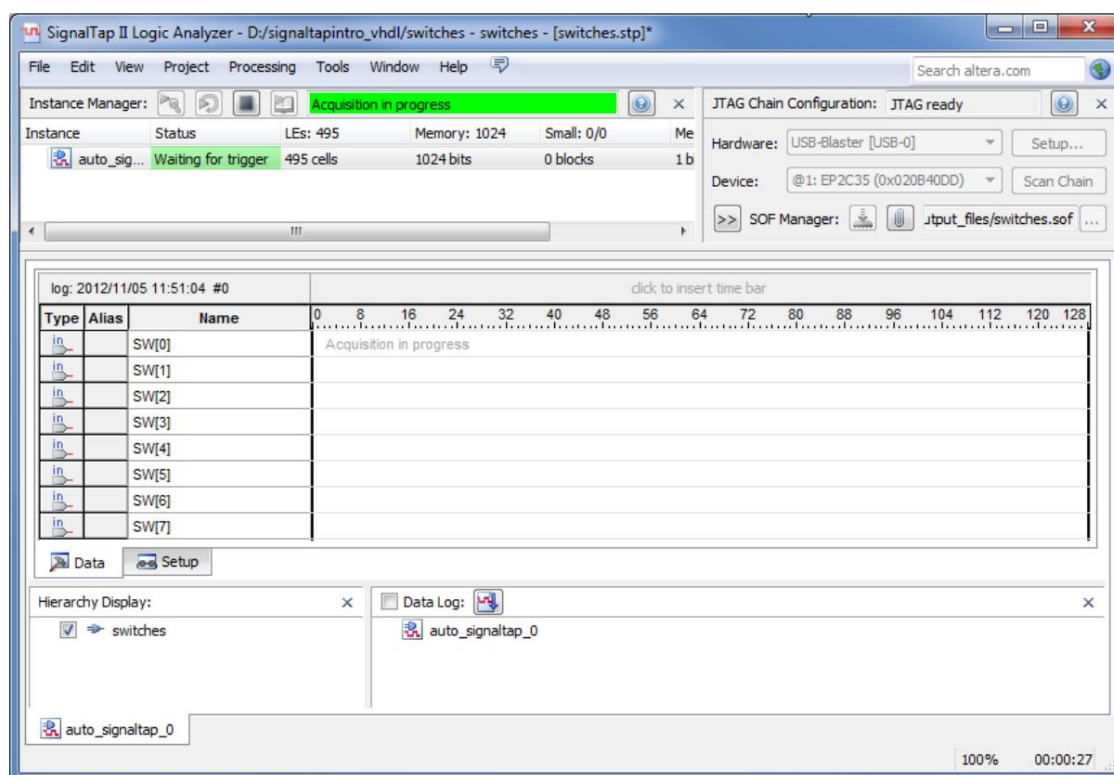

Figure 12. Fenêtre SignalTap II sur une carte de la série DE après avoir cliqué sur Exécuter l'analyse.
2. Dans la fenêtre SignalTap, sélectionnez Traitement > Exécuter l'analyse ou cliquez sur l'icône  Cliquez ensuite sur l'onglet Données de la fenêtre SignalTap II. Un écran similaire à la figure 12 devrait s'afficher. Notez que la colonne d'état du panneau Gestionnaire d'instances SignalTap II indique « En attente de déclenchement ». Ceci est dû au fait que la condition de déclenchement (commutateur 0 à l'état haut) n'est pas encore remplie. (Ceci est valable si le commutateur 0 est à l'état bas, comme indiqué à l'étape précédente. Si ce n'est pas le cas, réglez-le sur bas, puis cliquez à nouveau sur Exécuter l'analyse.)